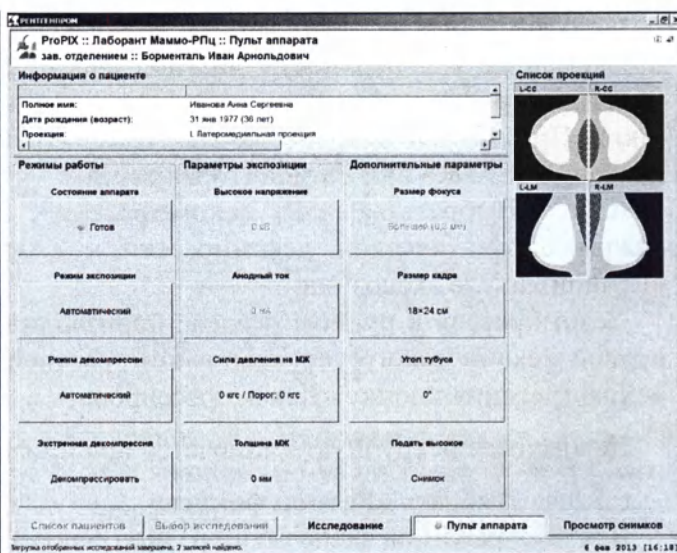

Рисунок 20 – Диалог получения снимка (Пульт аппарата)
Появится диалоговое окно получения снимка (рис.20).
6.2.6. Выбрать левой клавишей мыши проекцию и, при необходимости **назначить режимы и параметры экспозиции** (рис.20).
6.2.6.2. Хорошее качество изображения предполагает достаточное **сжатие МЖ**. МЖ прижимается к поверхности диагностического столика (рис.4) с помощью компрессионной пластины (рис.1.1). Минимальное значение компрессии задается на заводе-изготовителе 50Н (5кг). При необходимости можно изменить предел минимального сжатия кнопкой «Сила давления на МЖ» пульта монитора (рис.20).
В поле «Состояние аппарата» (рис.20) показан сигнал готовности маммографа к съемке. Съемка производится только при наличии сигнала «Готов» или индикатора «Готовность» на ПУ (рис.6). Кнопка «Подать высокое» («Снимок») становится активной.